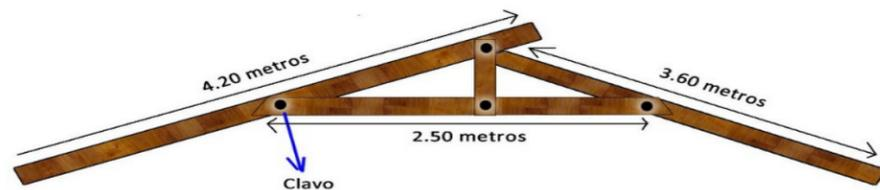

Figura 11
1.6.10 Elaboración de caballetes (tijeras): Utilizar las reglas de 3x4x14 pies, 3x4x12 pies y 3x4x9 pies. Las medidas del caballete esta especificadas en la figura 11. Elaborar un total de 12 caballetes. Se recomienda hacer el primer caballete con las medidas indicadas y probar colocarla al invernadero. Pueda ser que existan mínimas modificaciones, según como se ha colocado estructura invernadero.